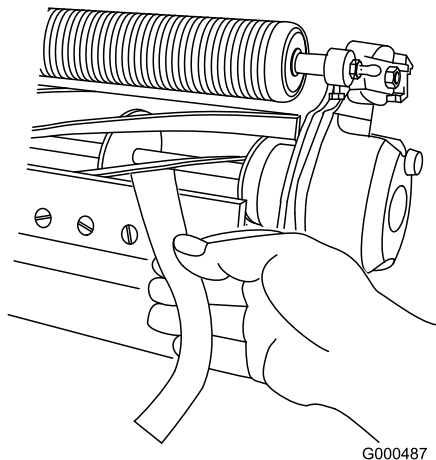

Figura 7
- B. Inserite una lunga striscia di carta per la verifica delle prestazioni di taglio tra il cilindro e la controlama, perpendicolarmente alla controlama (**Figura 7**), quindi **lentamente** ruotate il cilindro in avanti: dovrebbe tagliare la carta; se ciò non avviene, ripetete i passaggi **A** e **B** fino a quando non succede.
11. Inserite una lunga striscia di carta di verifica del taglio (n. cat. Toro 125-5610) tra il cilindro e la controlama, perpendicolarmente alla controlama (Figura 7), poi ruotate **lentamente** il cilindro in avanti: dovrebbe tagliare la carta; in caso contrario, ruotate ciascun bullone di regolazione della barra di appoggio in senso orario di uno scatto e ripetete questo passaggio finché la carta non viene tagliata.